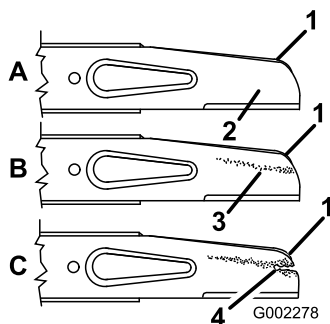

**Figura 31**
4. Coloque el cortacésped de lado con el filtro de aire hacia arriba (Figura 31).
Sujete el extremo de la cuchilla usando un paño o un guante grueso. Retire el perno de la cuchilla, el acelerador y la cuchilla (Figura 31).